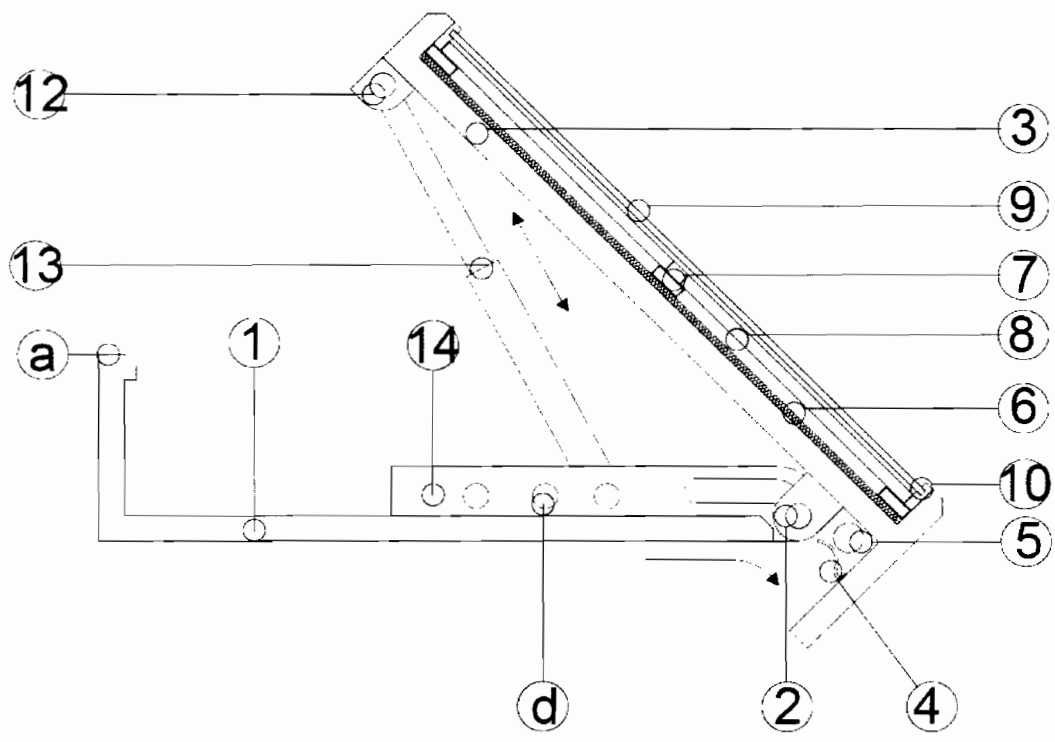

fig.3
-fig.3, secțiune transversală printr-un element constructiv, conform invenției, realizat într-o altă variantă constructivă;